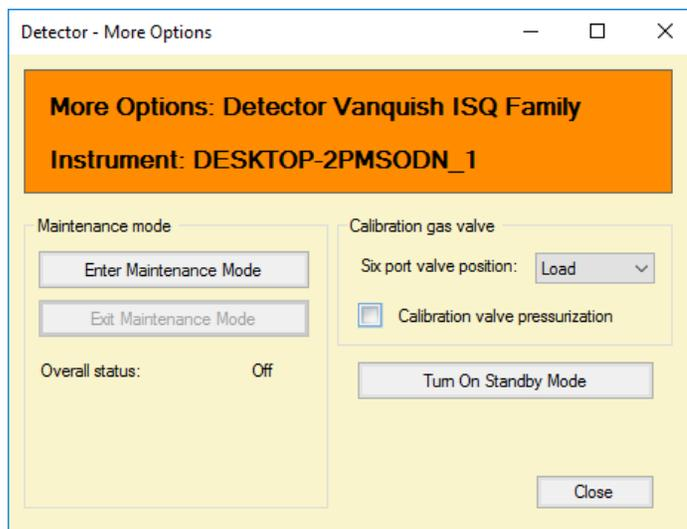

Figure 58 : Case Calibration valve pressurization décochée
- 5) Décochez la case **Calibration Valve Pressurization** Voir Figure 58.